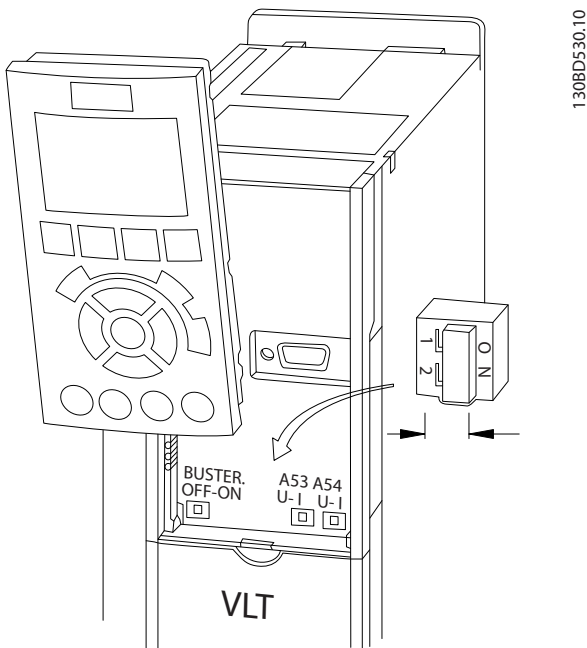

Рисунок 4.13 Расположение переключателей клемм 53 и 54
- 1. Снимите панель местного управления (см. Рисунок 4.13).
- Замкните каждый сегмент на обоих концах, используя либо переключатель оконечной нагрузки (включатель/выключатель клемм шины, см. Рисунок 4.13) на преобразователях частоты или оконечную резисторную схему со смещением.